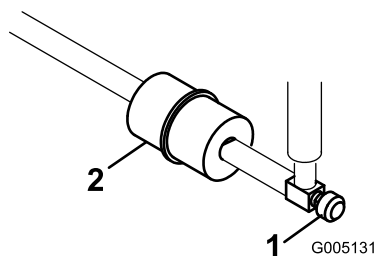

Figura 53
Existe um filtro no interior da tubagem de combustível, situado entre o depósito de combustível e o carburador (Figura 53). O filtro deve ser substituído a cada 800 horas de funcionamento ou com maior frequência se o fluxo de combustível não for o esperado. Certifique-se de que a seta existente no filtro se encontra dirigida para longe do depósito de combustível.
1. Feche a válvula de bloqueio do combustível, liberte o dispositivo de fixação da mangueira que se encontra no carburador, na zona do filtro e retire a tubagem de combustível do filtro (Figura 53).
2. Coloque um recipiente de drenagem debaixo do filtro, liberte os restantes dispositivos de fixação e retire o filtro (Figura 53).